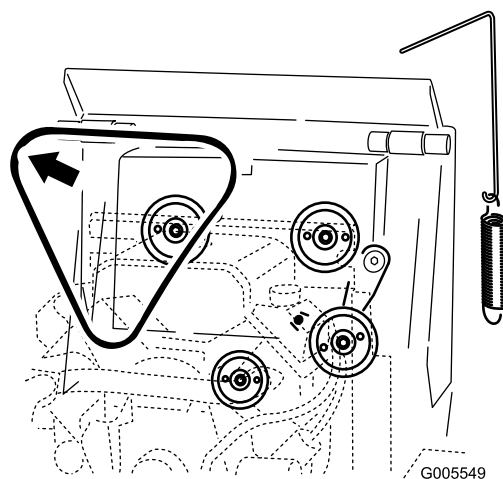

Bild 47
5. Nehmen Sie den Riemen von den drei Scheiben ab (Bild 47).